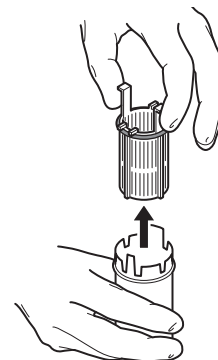

Figure 10 Retirer le filtre du collecteur
2. Retirer le filtre du collecteur pour recueillir l'échantillon (Figure 10).